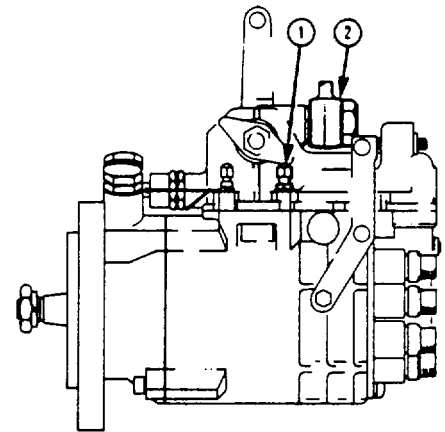

Fig. 9 (d)
Key to Fig. 9 (d) TV8. 510 (M)